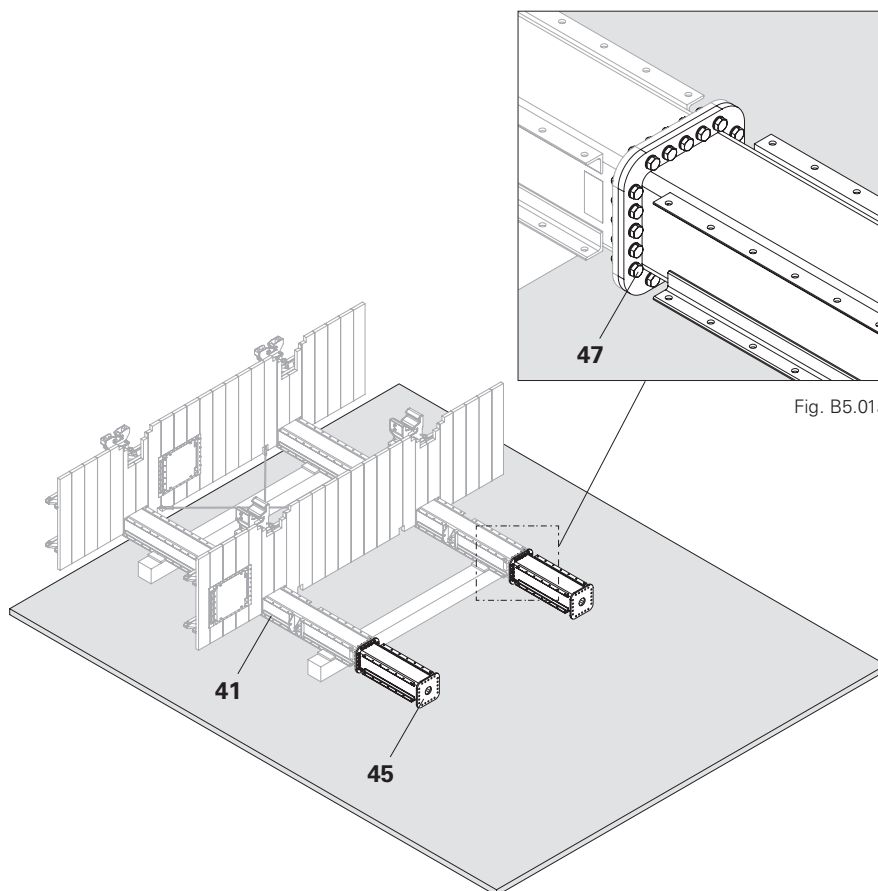

Fig. B5.01
1. Fissare il montante verticale intermedio 1200 ACS (45) sull'estremità di testa della mensola ACS-G (41) con il set bulloni ISO HV M20x75 (47). (Fig. B5.01)